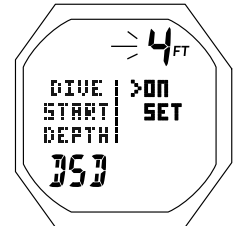

Fig. 144 - RÉGLAGE DE LA PROFONDEUR DE DÉBUT DE PLONGÉE
**RÉGLAGE DE LA PROFONDEUR DE DÉBUT DE PLONGÉE (DSD)** : paramètres affichés (Fig. 144)